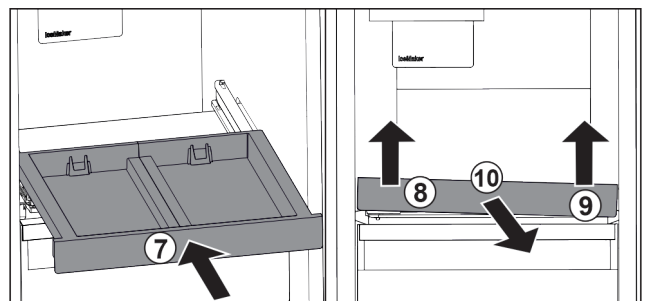

Fig. 102
- ▶ Rentrer le compartiment coulissant. Fig. 102 (7)
- ▶ Soulever le compartiment coulissant au niveau de la partie avant gauche. Fig. 102 (8)
- ▶ Soulever le compartiment coulissant au niveau de la partie avant droite. Fig. 102 (9)
- ▶ Retirer le compartiment coulissant par l'avant. Fig. 102 (10)